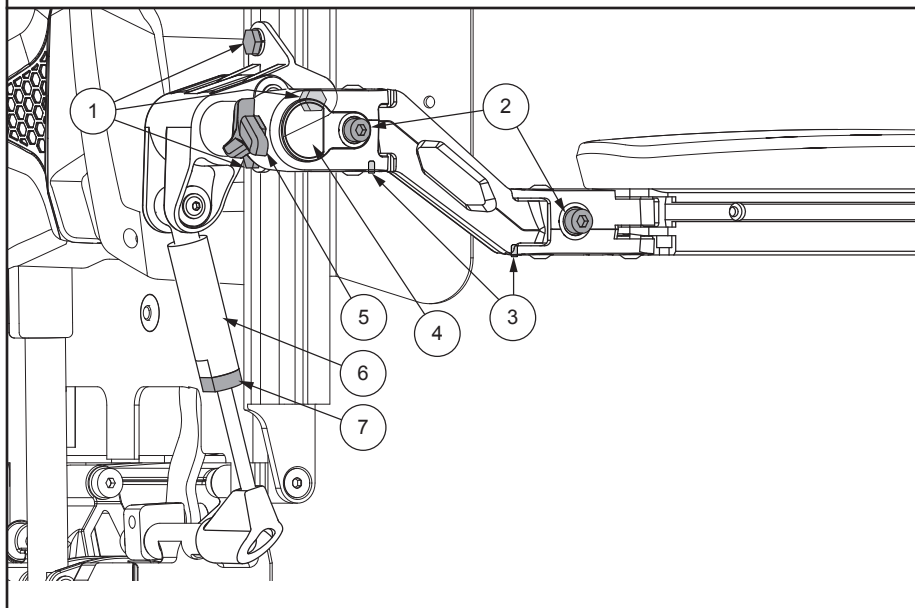

Figura 9. Altezza del bracciolo pieghevole in alto e regolazione del suo angolo
1. Allentare le viti 1, 2 e 3. **Vedi figura 9.**
3. Stringere le viti 1, 2 e 3. **Vedi figura 9.**
1. Dado allentato. **Vedi figura 9.**
3. Avvitare il dado. **Vedi figura 9.**
1. Allentare la vite di bloccaggio 1 e/o 2 nella parte inferiore del bracciolo prima della regolazione. **Vedi figura 9.**
2. Regola la larghezza del bracciolo nella posizione desiderata ruotando la vite 4 e/o la vite 5. **Vedi figura 9.**
1. Rimuovere la manopola del bracciolo. **Vedi figura 9.**
1. Inserire e far scorrere il bracciolo sul suo perno. **Vedi figura 9.**